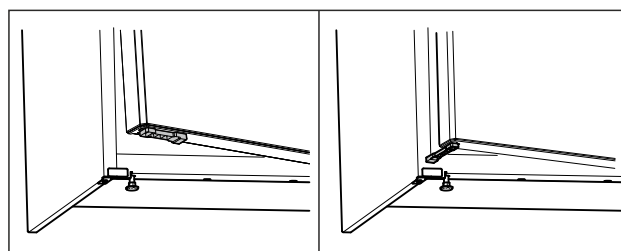

Fig. 70 *
- ▶ Rrotulloni me 90° kufizuesin e hapjes së derës. (shihni Fig. 70) *